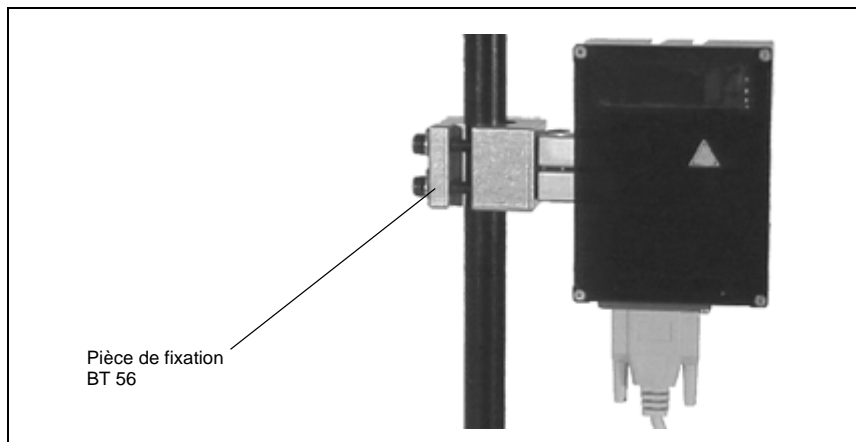

Figure 6.2 : Exemple de fixation d'un BCL 31/32
- à l'aide des encoches en queue d'aronde en utilisant l'accessoire de montage approprié (voir Figure 6.2)